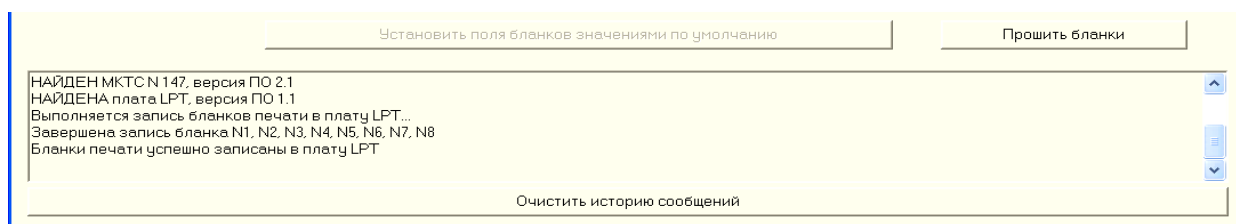

Рисунок 2.3
5. Вся диагностика работы с программой выдается в окно диагностики, расположенное в нижней части окна программы **MKTCLptForms**. Диагностика, которая будет выдана в случае удачной записи бланков печати в плату УПП приведена ниже (см. Рисунок 2.3).